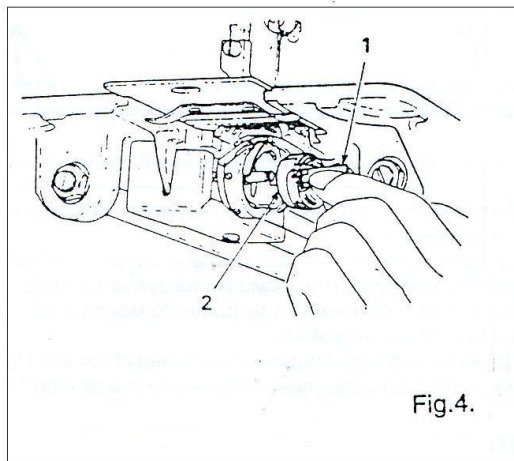

Fig.4.
1. Наденьте шпульку (5) (Рис. 4) на шпиндель шпульной моталки (6). Протяните игольную нить сквозь отверстие в пластине нитеводителя (7) и вставьте ее между двумя пластинами (8). После того, как игольная нить наматывается на шпульку в несколько мотков, потяните вниз ограничительную пластину (9) так, чтобы колесо шпульной моталки прижалось к приводному ремню. В процессе работы швейной машины шпульная моталка будет работать автоматически. После того, как шпулька будет полностью намотана, шпульная моталка остановится автоматически.
2. Проследите за тем, чтобы шпульная нить наматывалась на шпульку ровно и плотно. Изменяя силу давления натяжной пластины (8) регулируют натяжение шпульной нити при намотке, а, изменяя положение пластины нитеводителя (7), регулируют ровность намотки нити на шпульку. Не переполняйте шпульку при намотке. Нить должна быть намотана на 0,5 – 1 мм меньше, чем внешний диаметр шпульки. Количество наматываемой на шпульку нити регулируют, изменяя положение ограничительной пластины (9).